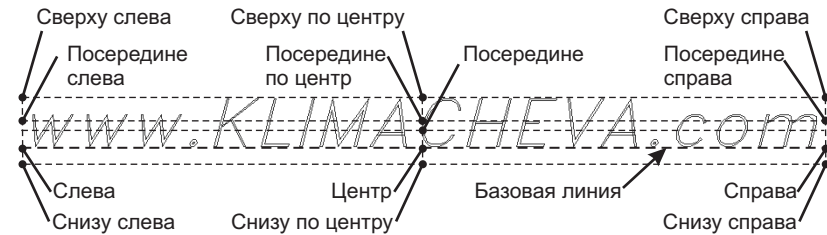

Рис. 10.13 ▼ Точки, по которым выравниваются однострочные текстовые объекты
Большинство перечисленных в этом приглашении режимов выравнивания представлены на рис. 10.13.
В уже знакомом вам режиме **Центр** (CENTER) AutoCAD предлагает задать точку, относительно которой текст будет выровнен по центру по горизонтали. Иными словами, в этом режиме текстовый объект выравнивается так, чтобы в заданной точке находилась средняя точка базовой линии. Режим **Середина** (MIDDLE) подобен режиму **Центр** (CENTER) с тем лишь отличием, что текстовый объект выравнивается не только по горизонтали, но и по вертикали. При этом учитываются как надстрочные, так и подстрочные элементы букв – проще говоря, в режиме **Середина** (MIDDLE) выравнивание по вертикали осуществляется по высоте текстового объекта в целом. Часто выравнивание в режимах **Середина** (MIDDLE) и **СЦ** (MC) (рассмотрен ниже) дает одинаковый результат, однако в общем случае соответствующие точки могут не совпадать, что и показано на рис. 10.13. Режим **Вправо** (RIGHT) подобен используемому по умолчанию режиму выравнивания влево, но, в отличие от последнего, выбранная точка определяет не левую, а правую границу текста. После завершения команды текстовый объект в режиме **Вправо** (RIGHT) располагается во всю длину слева от заданной точки.
Теперь вам, должно быть, понятно, почему буквы на главном виде сместились внутрь после применения режима выравнивания **Вниз по центру** (Bottom center). Действительно, к правой букве нужно применить режим выравнивания **Вниз влево** (Bottom left), а к левой букве – режим выравнивания **Вниз вправо** (Bottom right). Руководствуясь рис. 10.13, попробуйте решить эту задачу самостоятельно, еще раз воспользовавшись палитрой **Свойства** (Properties).